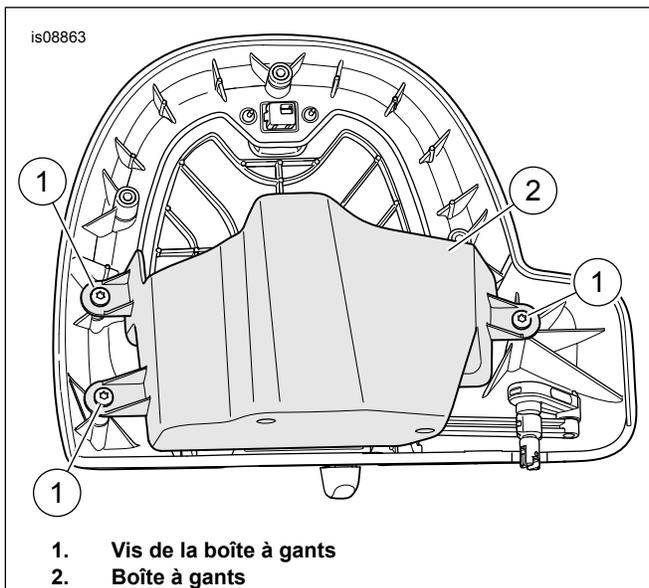

Figure 3. Vis de la boîte à gants
3. Consultez Figure 3 . Retirez les trois vis de la boîte à gants. Retirez la boîte à gants (2).